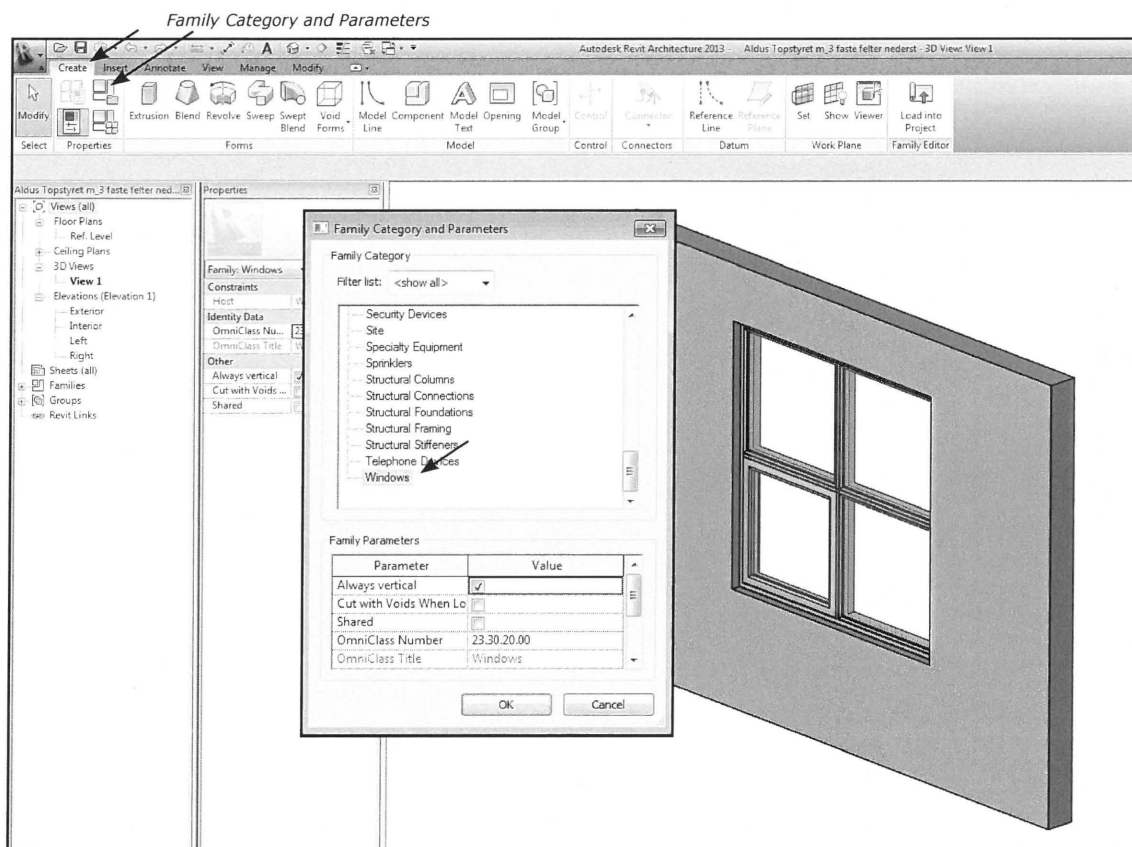

Fig. 02.15. Family Category and Parameters
- Åben en eksisterende familie fra dit bibliotek, eksempelvis et vindue (Fig. 02.15).
- Klik Create og *Family Category and Parameters* (Fig. 02.15).
- Se hvilken *Family Category* der er markeret på listen (Fig. 02.15).